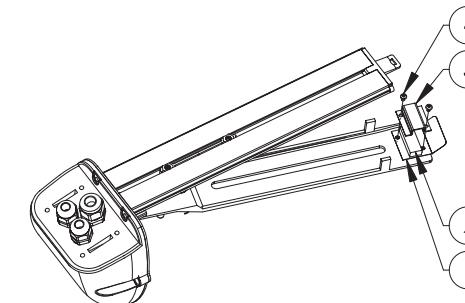

Fig. 3
- Nella zona inferiore anteriore della slitta interna, fissare in sequenza il dissipatore (Fig. 3, punto 1) e il PTC (punto 2) tramite la relativa piastrina e le viti in dotazione (punto 3 e 4).
- Dans la zone inférieure avant de la glissière interne, fixer en séquence le dissipateur (Fig. 3, point 1) et le PTC (point 2) au moyen de la platine prévue et des vis fournies (point 3 et 4).
- To the lower front of the inner slide, fit the dissipator in sequence (Fig. 3, point 1) and the PTC (point 2) using the plate and screws provided (point 3 and 4).